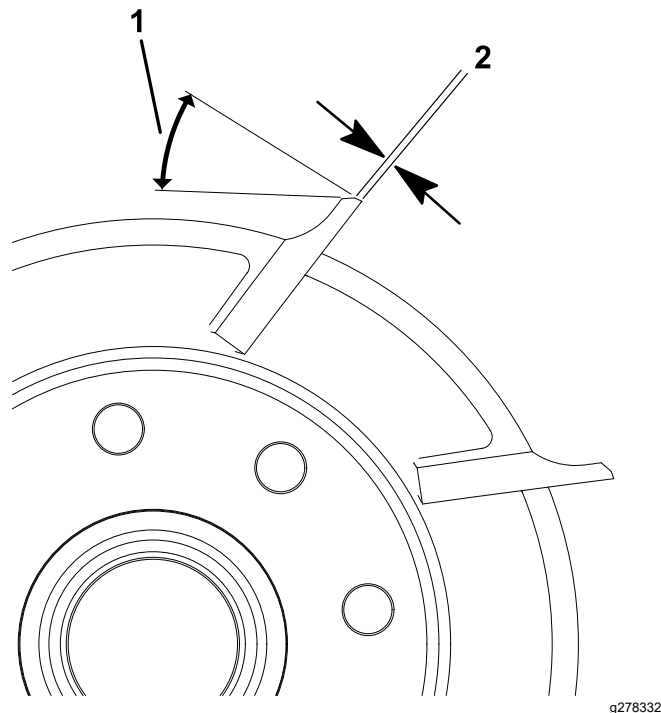

Рисунок 25
1. Выполните 30-градусное затыловочное шлифование всех ножей барабана так, чтобы ширина витка составляла 1,3 мм (Рисунок 25).